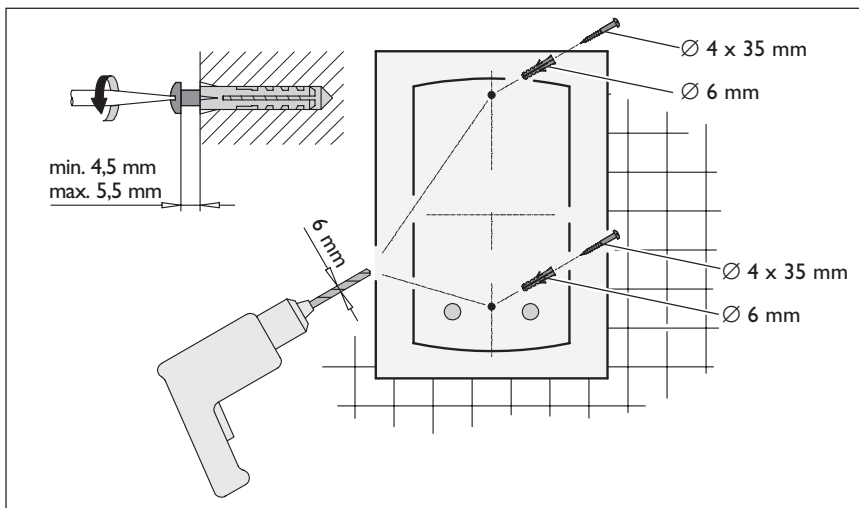

Рис. 8
4. Определить с помощью монтажного шаблона месторасположение отверстий и просверлить их. Вставить дюбели и закрутить винты (обратить внимание на глубину ввинчивания, см.рис. 8).